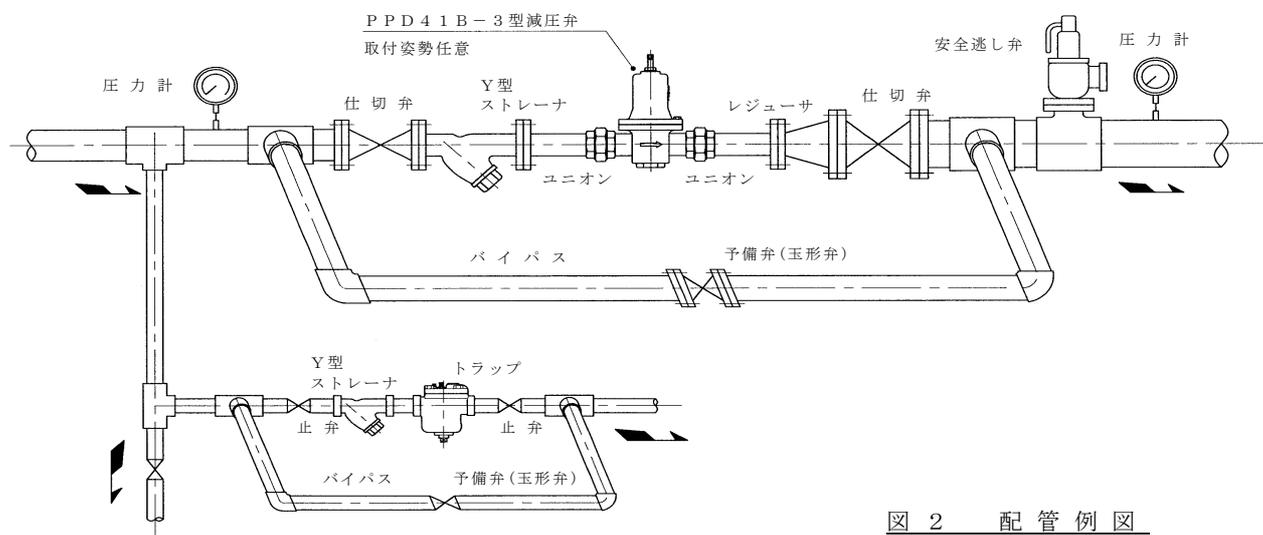

図 2 配管例図
- 2.4 配管に際しては図 2 の配管例図に示すように、Y型ストレーナ、安全逃し弁、予備弁 (玉形弁) 及び前後弁 (仕切弁) を備え、更に圧力計を取り付けるよう御計画ください。